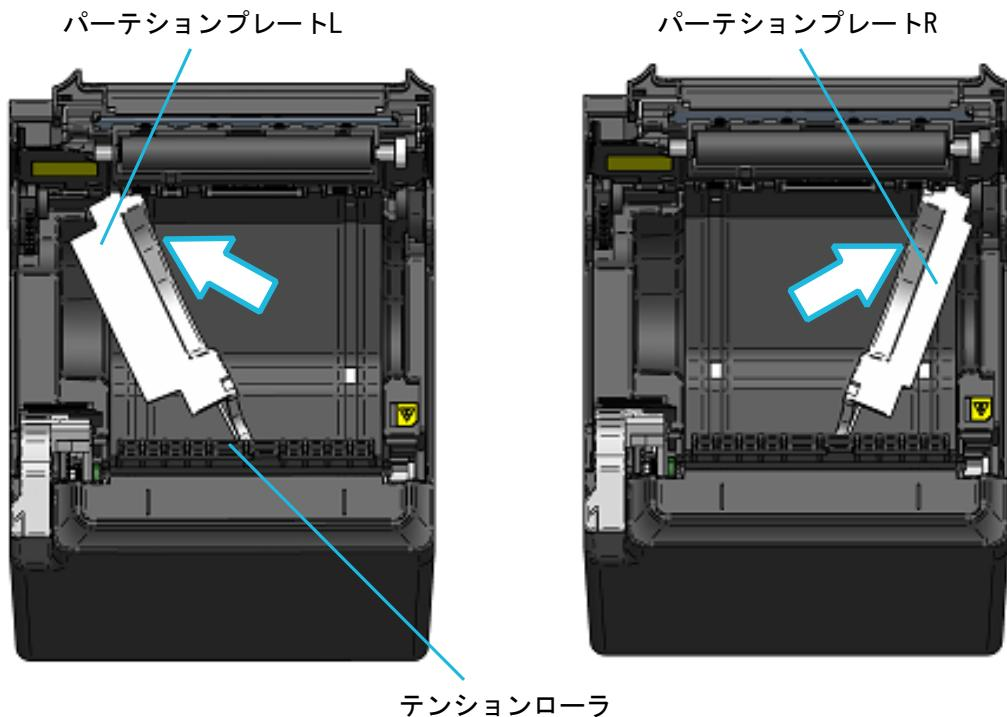

図 14-1 パーテーションプレートの取り付け (1)
- ① プリンタの電源がオフになっていることを確認してください。
- ② リリースレバーを操作し、ペーパカバーを開けてください。
- ③ 付属のパーテーションプレートL、パーテーションプレートRを、図 14-1のように斜めにしてペーパホルダ内に入れてください。